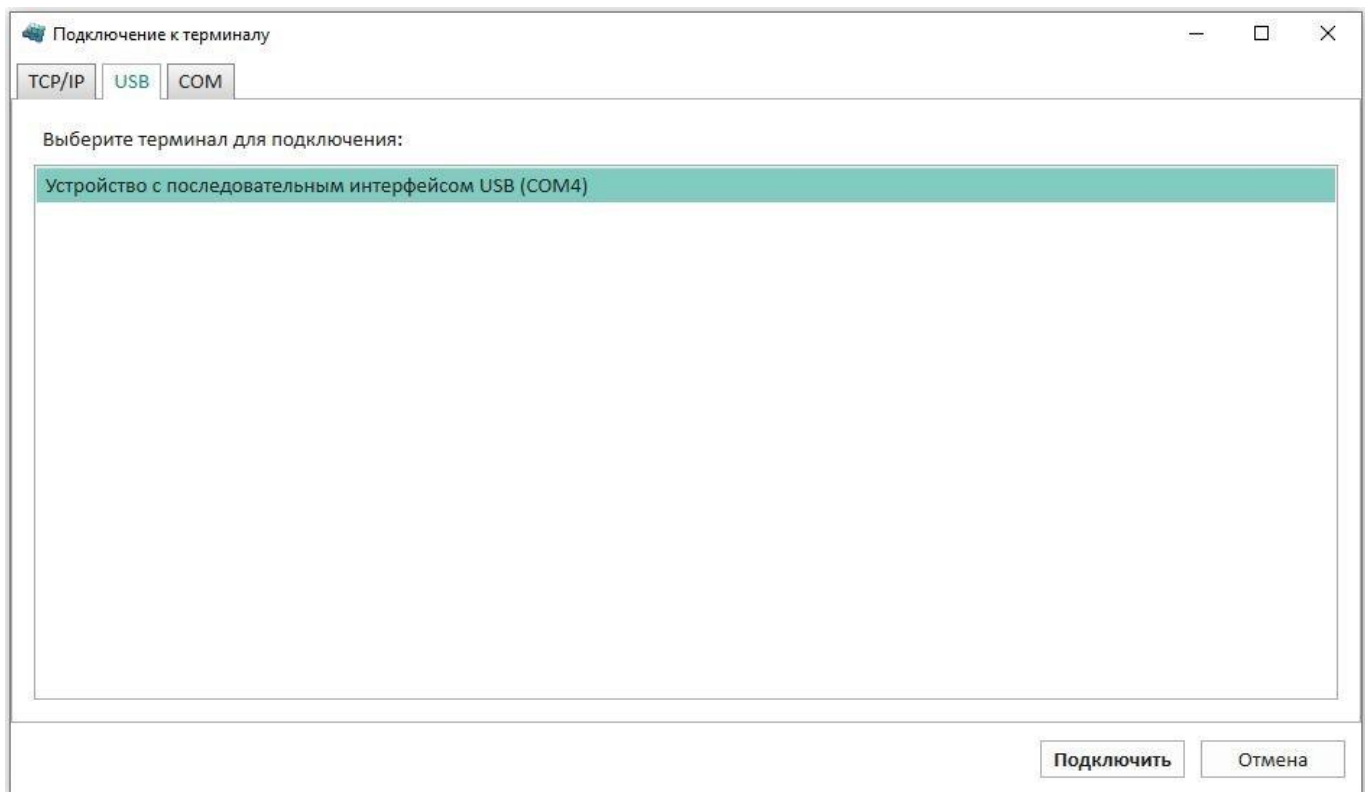

Рисунок 12 – Вкладка **USB**
– USB. Данная вкладка автоматически выполняет поиск подключенных через USB устройств. Для подключения необходимо выбрать устройство из списка и нажать на кнопку **Подключить** (рисунок 12);